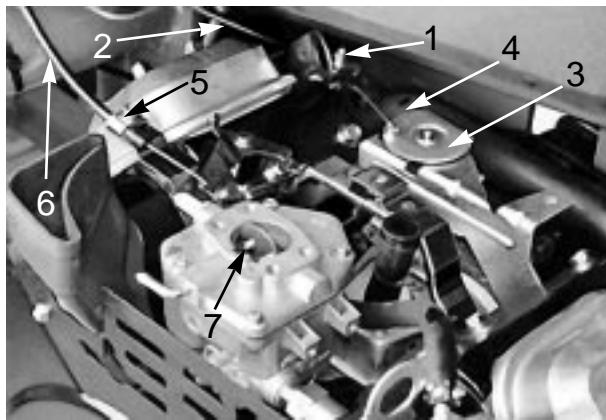

図 46
1. スロットル・ケーブルをエンジンに止めているクランプをゆるめる（図46）。
1. チョーク・ケーブルをエンジンに止めているクランプをゆるめる(図46)。
3. ケーブルをしっかりと引いて、チョーク・バタフライを完全に閉じ、クランプを締める(図46)。